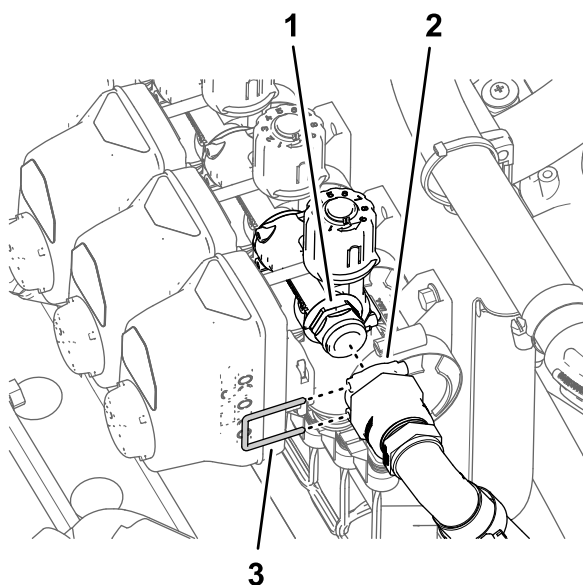

Figura 111
2. Montate il raccordo ad attacco rapido del flessibile di bypass sul raccordo a disinnesto rapido nella valvola di bypass nella valvola dell'ugello 10 (Figura 111).
3. Fissate i raccordi a disinnesto rapido per il flessibile di bypass e la valvola di bypass con il fermo (Figura 111).